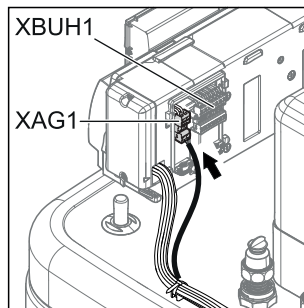
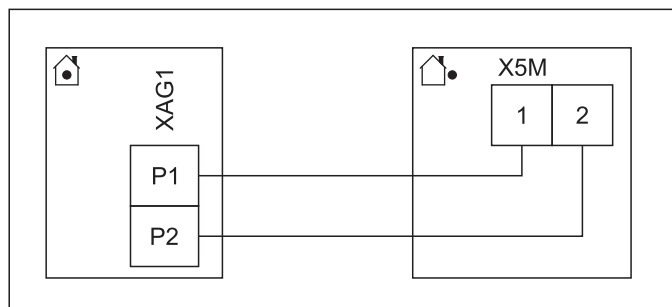

Bild 4-32 Elektrische Anschlüsse Gehäuserückseite (siehe Kap. 4.5.1) herstellen.
Bild 4-34 Anschluss Wärmepumpenaußengerät
- Wärmepumpenaußengerät an die Klemmleiste XAG1 (siehe Bild 4-32, Bild 4-34) anschließen.